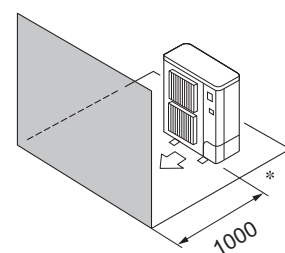

Fig. 3-8
- ④ Solo ostacoli anteriori (Fig. 3-8)